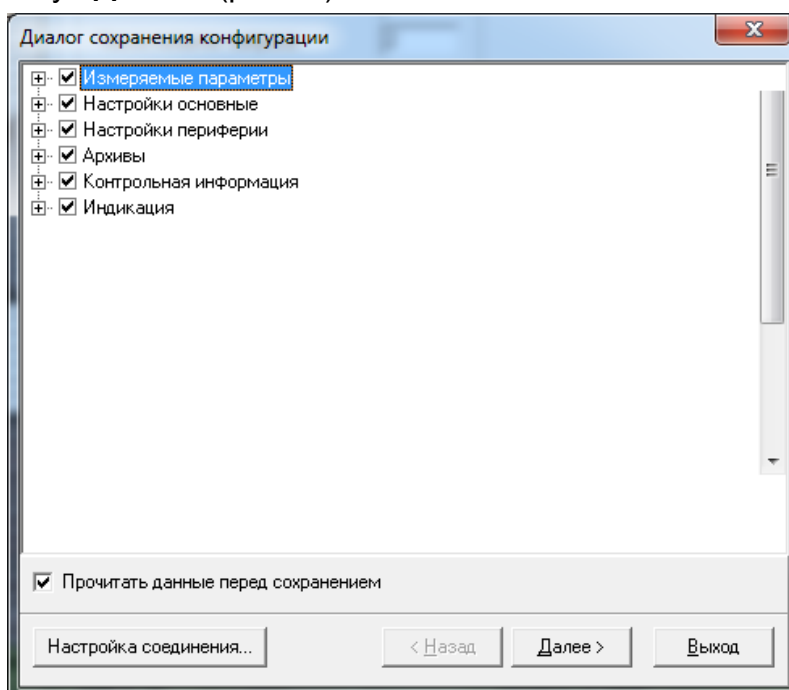

Рис.25. Окно «Диалог загрузки конфигурации»
- в открывшемся окне «Диалог загрузки конфигурации» выбрать набор параметров, которые будут загружены в прибор и нажать кнопку «Далее» (рис.25):